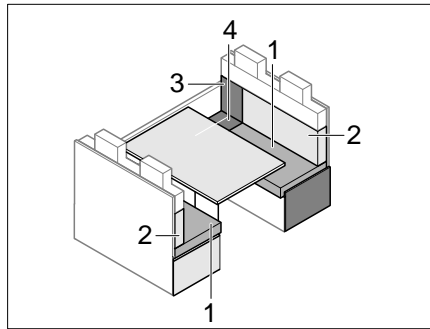

Bild 197 Vor dem Umbau
- Rückenpolster (Bild 197,2) entfernen und zur Seite legen.